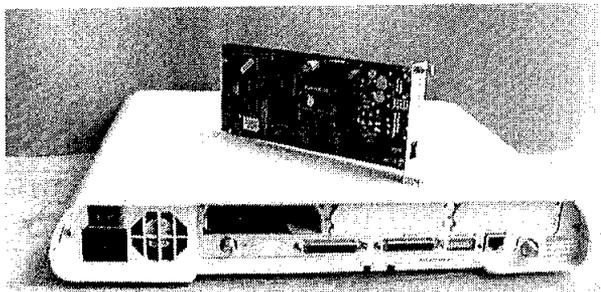

FIG. 13
5. Inspeccione visualmente para descartar presencia de pistas quemadas o elemento electrónico dañado a la vista. Ver Fig. 13